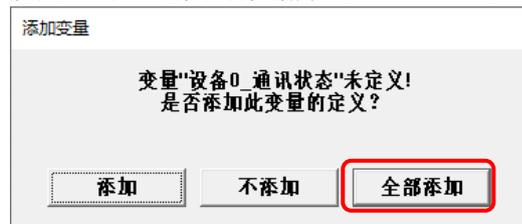

图 8.4-8 添加变量
⑦ 添加变量: 完成上图设置后, 点击设备编辑窗口右下方的确认按钮, 弹出图 8.4-8 所示的“添加变量”界面, 点击“全部添加”, 将“连接变量”添加到实时数据库。